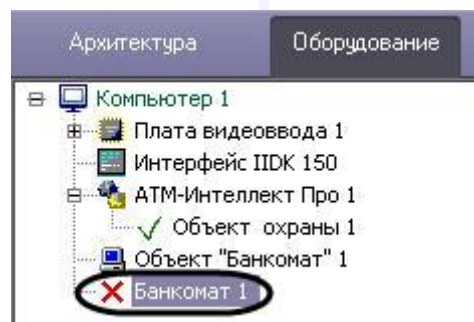

Рис. 8.7—1 Объект «Банкомат»
- Так как утилита передаёт события в ПК *Интеллект* с помощью объекта **Банкомат**, то в дереве настроек *Интеллект* необходимо создать этот объект. Не путайте с **Объект «Банкомат»** (Рис. 8.7—1).